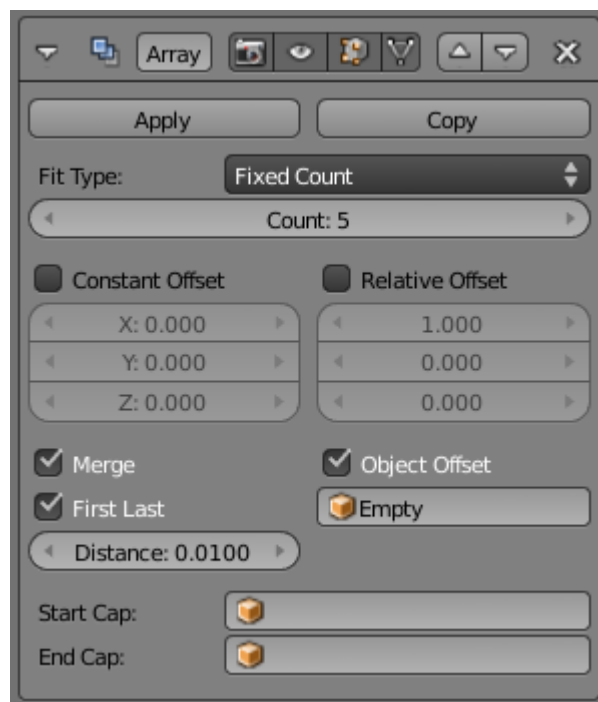

Figura 5.8
3. Associe um modificador **Array** à malha, figura 5.8. Seleccione Count 5. Desactive Relative Offset. Active Merge e First Last. Active Object Offset e seleccione o nome do Empty.